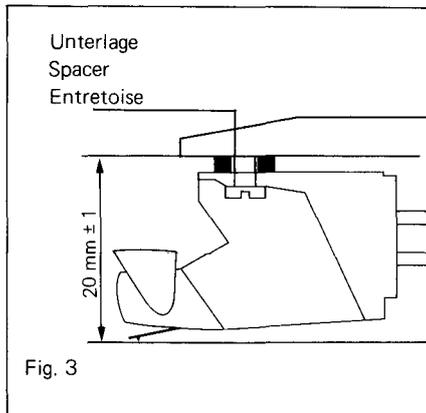

Fig. 3
- Tonabnehmer provisorisch auf den Tonarm aufschrauben. Achtung je nach Tonabnehmerart richtige Unterlage wählen (Fig. 3). Bei Tonabnehmer mit weniger als 6 g Gewicht muss zusätzlich noch die Messingunterlage verwendet werden.
- Position cartridge in place, insert its mounting screws and tighten them just enough so that the cartridge can still be moved with a little pressure. Important: select correct spacer height depending on the type of cartridge (fig. 3). If the cartridge has less than 6 g weight include the brass spacer.
- Vissez provisoirement le phonocapteur au bras de lecture, en ayant soin d'utiliser les entretoises convenant au phonocapteur (fig. 3). Si le phonocapteur n'a plus que 6 g, montez aussi l'entretoise en bronze.